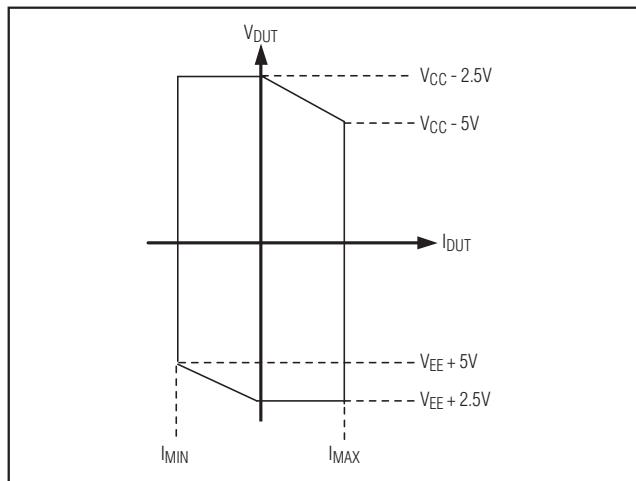

図2. 出力スイング
- 2) 検出抵抗と検出抵抗に直列な内蔵回路の電圧降下。最大電流では、これらを合わせた電圧降下は 2.5V であり、抵抗では 1V 、スイッチでは 1.5V です。オーバヘッド要件とともに、この電圧が全電圧ではありません。これら2つの影響が重複しています。図2を参照してください。
項目3と項目4の影響を無視した場合のDPSの出力能力が図2に示されています。
図2は、DUT電流がゼロの場合、DUT電圧は($V_{EE} + 2.5\text{V}$)から($V_{CC} - 2.5\text{V}$)にスイングすることを示しています。正のDUT電流の場合は、最大電圧は、最大電流において($V_{CC} - 5\text{V}$)に達するまで直線的に下降します。同様に負のDUT電流の場合は、負の電圧振幅は、($V_{EE} + 5\text{V}$)に達するまで直線的に減少します。